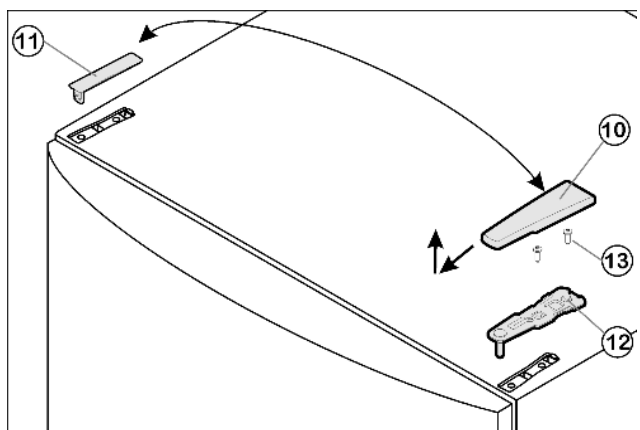

Fig. 6
- ▶ Крышку Fig. 6 (10) снимите движением вперед и вверх.
- ▶ Снимите крышку Fig. 6 (11).
- ▶ Открутите верхний опорный кронштейн Fig. 6 (12) (2 шт. Torx 25) Fig. 6 (13) и вытяните вверх.
- ▶ Установите верхний опорный кронштейн Fig. 6 (12) на новой стороне шарнира и защёлкните в дверце.
- ▶ Прикрутите верхний опорный кронштейн Fig. 6 (12) (с моментом 4 Нм) (2 шт. Torx 25) Fig. 6 (13). При необходимости проделайте отверстия или используйте аккумуляторную отвертку.
- ▶ Защёлкните крышку Fig. 6 (10) и крышку Fig. 6 (11) на противоположной стороне.